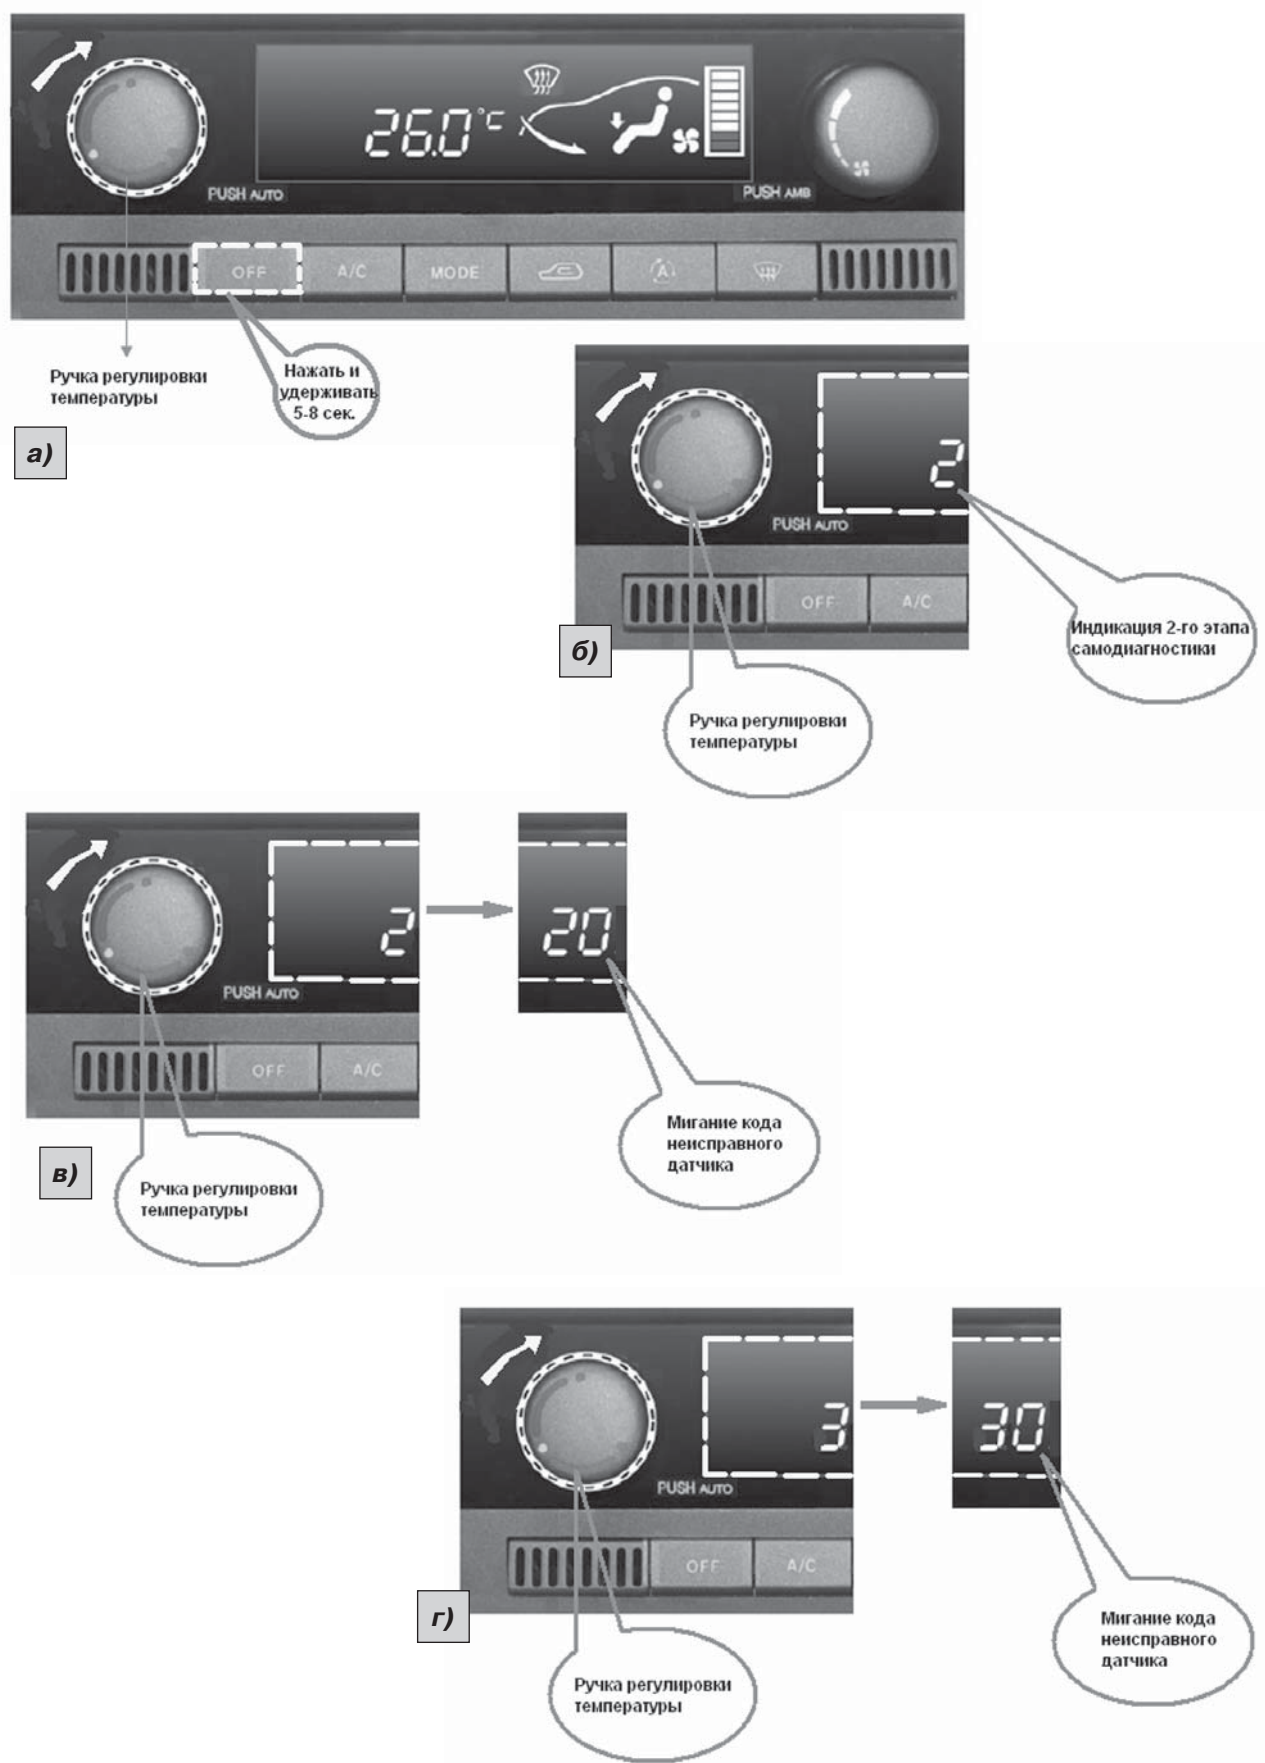

Рис. 1.4.33
2. Нажимают и удерживают кнопку «OFF» на панели управления климатической системы в течении 5 — 8 секунд (рис. 1.4.33.а).
3. Для проверки работы датчиков и заслонок климатической системы легким движением по часовой стрелке поворачивают ручку «Регулировка температуры» до появления цифры «2» на дисплее (рис. 1.4.33.б).
«20», при выявлении неисправности отображается код ошибки (рис. 1.4.33.в).
6. Через некоторое время при не обнаружении неисправности высвечивается цифра «30», при выявлении неисправности отображается код ошибки (рис. 1.4.33.г)